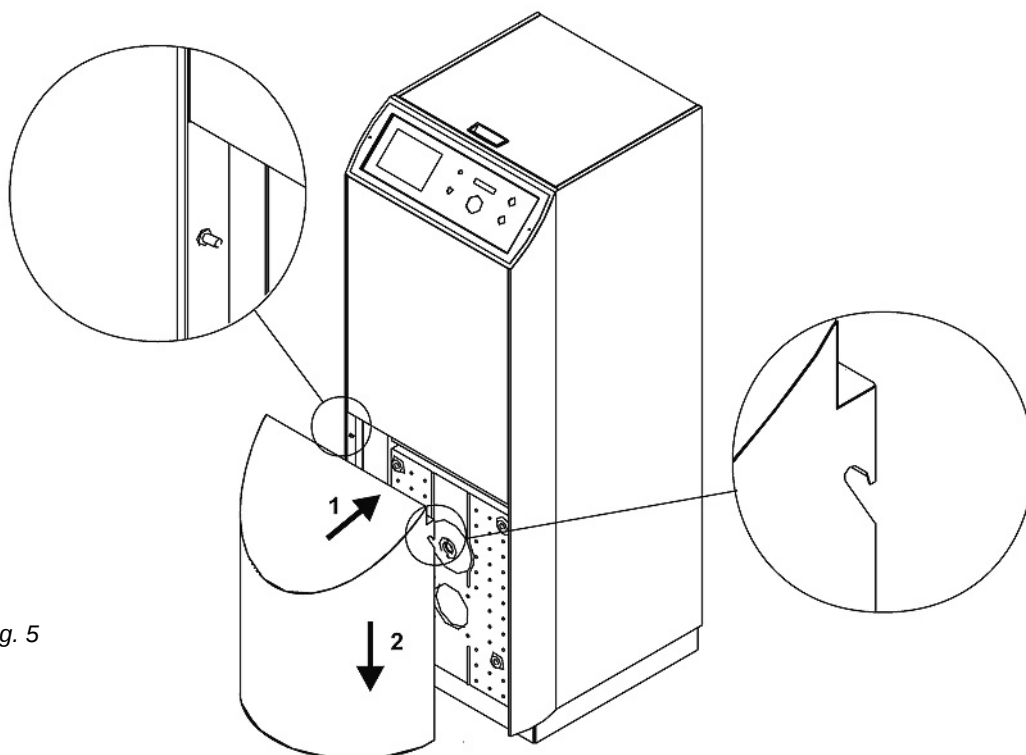

Fig. 5
- Zie fig. 5 voor de montage.
- Voir fig. 5 pour le montage.